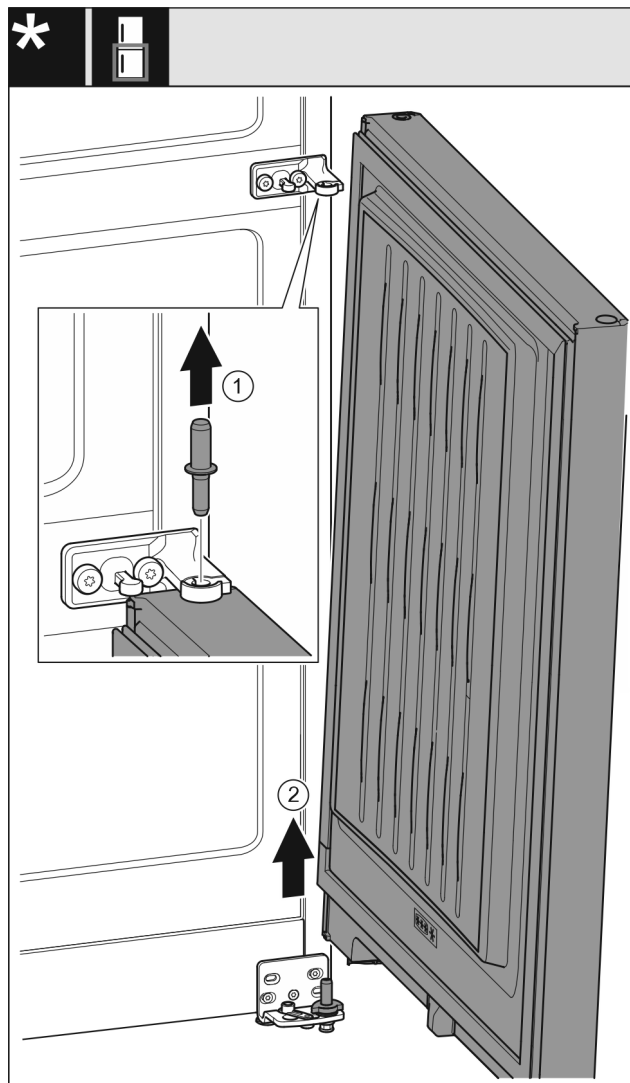

Fig. 9
- ▶ Extrageți în sus bolțul Fig. 9 (1).
- ▶ Pivotați ușa Fig. 9 (2) în exterior, trageți în sus și așezați-o în lateral.